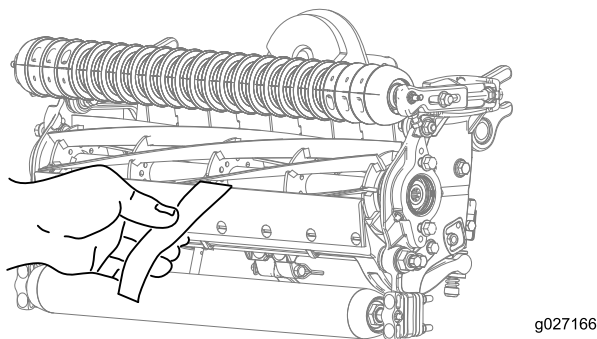

Bild 10
10. Testen Sie die Schnittleistung, indem Sie einen langen Streifen des Schnittleistungspapiers (Toro Bestellnummer 125-5610) senkrecht zum Untermesser zwischen die Spindel und das Untermesser legen (Bild 10). Drehen Sie die Spindel **langsam** vorwärts; das Papier sollte geschnitten werden.